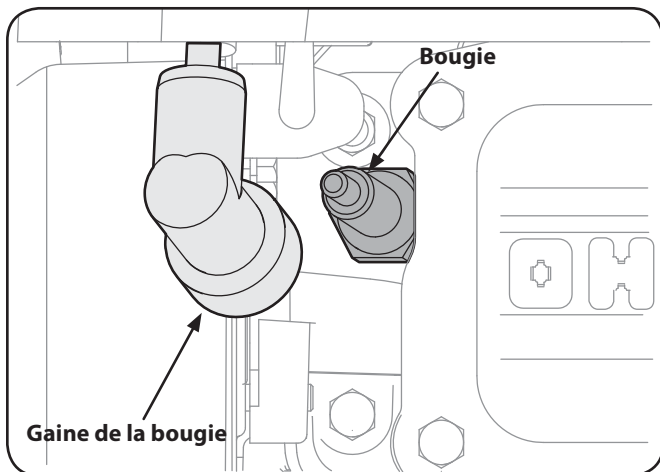

Figure 6-4
1. Dégagez la gaine de la bougie et utilisez une clé à bougie pour la démonter. Voir la Figure 6-4.